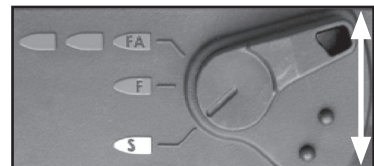

Figura 8: El botón selector en la función de seguridad
Posición de Seguridad (S): La Figura 8 muestra el Botón Selector en posición de seguridad. La posición de seguridad bloquea el Gatillo y no deja que la parte electrónica funcione, haciendo que el marcador no pueda trabajar.